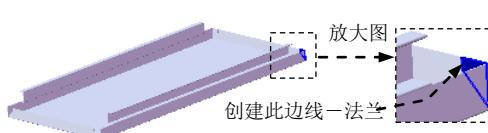

图 17.9.34 创建边线一法兰 12
Step15. 创建图 17.9.34 所示的边线一法兰 12。详细操作过程请参见上一步。